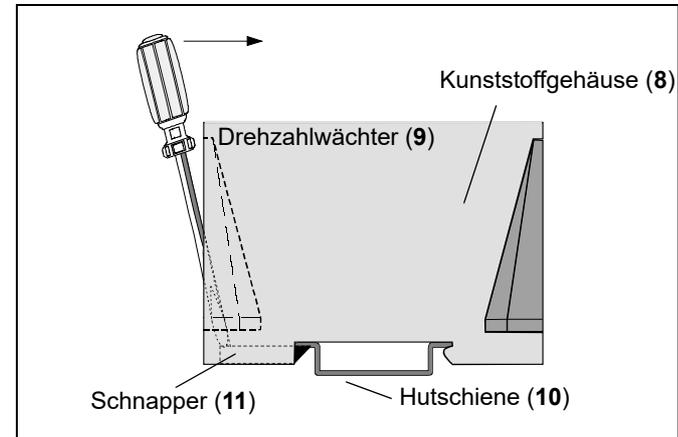

Abb. 5-7: Demontage von der Hutschiene
4. Stecken Sie einen Schraubendreher in die Öse des Schnappers (11) und drücken Sie ihn gegen das Kunststoffgehäuse (8) (s. Abb. 5-7). Das Gerät löst sich von der Hutschiene (10) und Sie können es abnehmen.